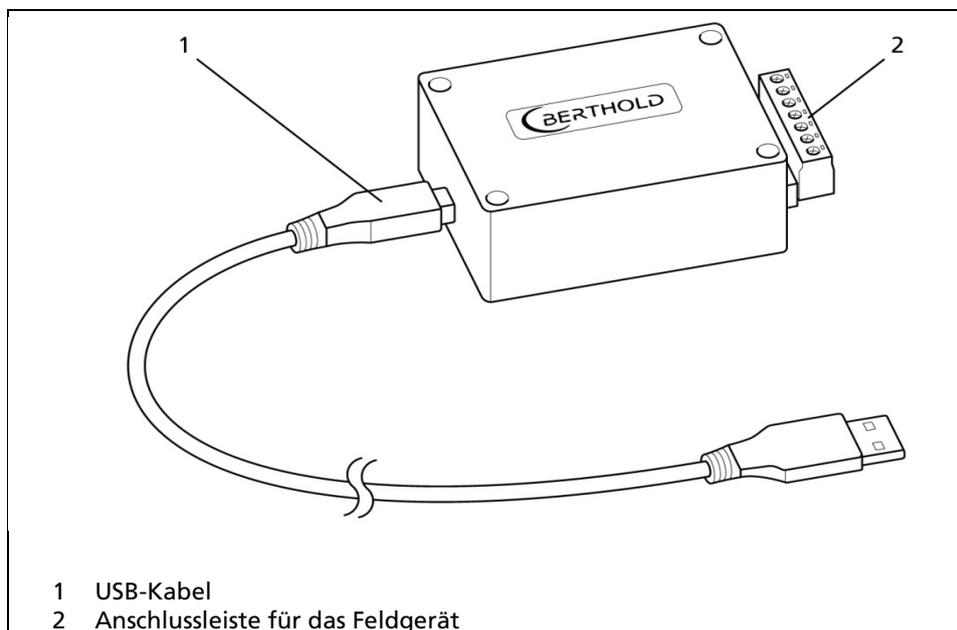

Abb. 18 Detektor Service Modem
1. Lösen Sie die Kreuzschlitzschraube (Abb. 18, Pos.1) an der Unterseite und öffnen Sie das Gehäuse.
2. Entfernen Sie die Sicherungsringe (Abb. 18, Pos.2) und tauschen Sie beide Batterien (Abb. 18, Pos.3) aus.
3. Bringen Sie beide Sicherungsringe (Abb. 18, Pos.2) an.
4. Bringen Sie die Gehäuseunterseite an und ziehen Sie die Kreuzschlitzschraube (Abb. 18, Pos.1) fest.
5. Verbinden Sie das Feldgerät mit der Anschlussleiste am „Detector Service Modem“ (Abb. 18, Pos. 2).
6. Schließen Sie das „Detektor Service Modem“ über das mitgelieferte USB-Kabel (Abb. 18, Pos. 1) an einen freien USB-Anschluss an Ihrem PC an.